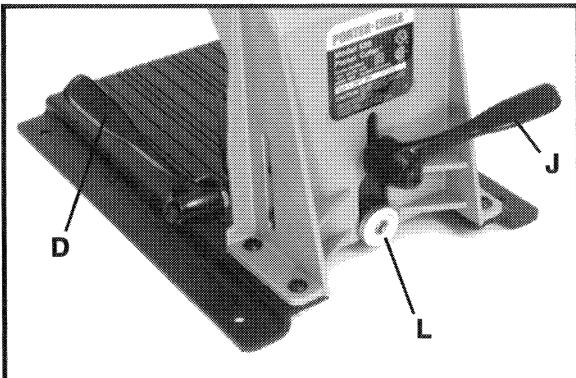

Fig. 6
1. Tournez le levier de l'étau d'ouvrage (D) Fig. 6, en sens des aiguilles d'une montre jusqu'en position OUVERTE.
2. Tournez le levier de réglage de l'étau (J) Fig. 6, en sens inverse des aiguilles d'une montre pour desserrer.
La placement de la bague-guide pour la foreuse peut être changée pour des préférences individues en desserrant l'écrou de retenu (L) Fig. 6. Déplacez la bague-guide jusqu'à l'emplacement désiré, et puis resserrez l'écrou de retenu.